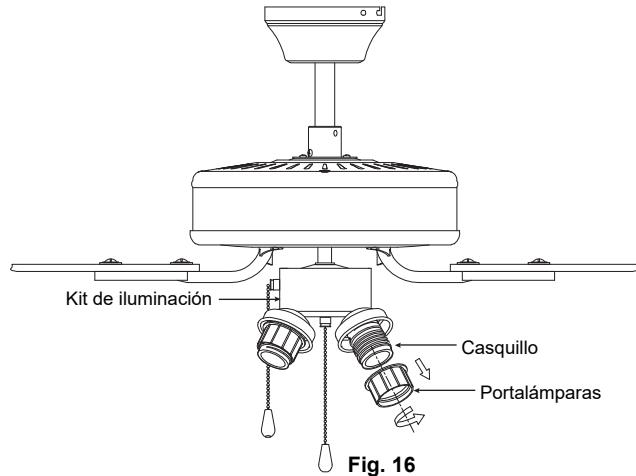

Fig. 16
**Paso 1.** Afloje el portalámparas del casquillo (Fig. 16).